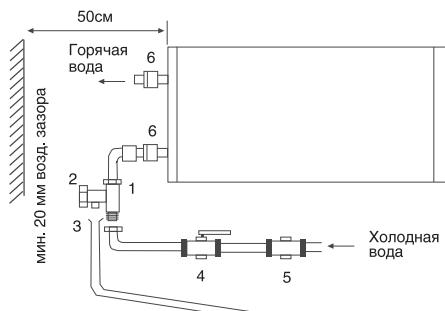

Рис. 9
- Установка водонагревателей серий Formax, Formax Digital существенно облегчается возможностью установить их как вертикально, так и горизонтально в любом месте вашего дома, в отапливаемом (!) помещении. Желательно установить водонагреватель как можно ближе к месту использования горячей воды, поскольку чем меньше длина труб, тем меньше потери тепла. Как показано на рис. 9, при горизонтальной установке водонагревателя трубы подводки должны быть расположены слева. При установке водонагревателя рядом со стеной, оставьте рекомендованное свободное пространство для технического обслуживания. Не устанавливайте водонагреватель на горизонтальной поверхности и вплотную к полу.